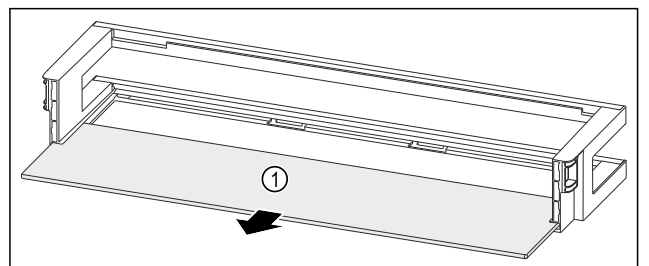

Fig. 201 Oviteline säilytyshyllyn kanssa
- Ota säilytyshylly Fig. 201 (1) pois.